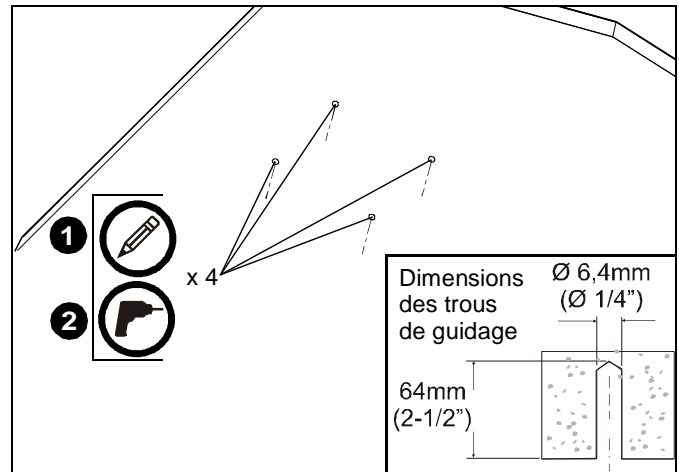

Figure 8
2. Percez quatre trous de guidage de 6,4 mm (1/4") de diamètre à une profondeur de 64 mm (2-1/2"). (Voir la Figure 8)